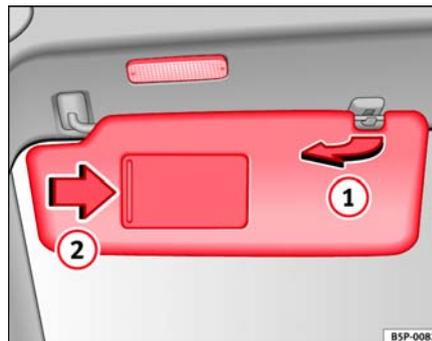

Fig. 85 Parasol del lado del conductor
Los parasoles del conductor y del acompañante pueden extraerse de sus soportes centrales y girarse hacia las puertas ⇒ fig. 85 (1). ▶